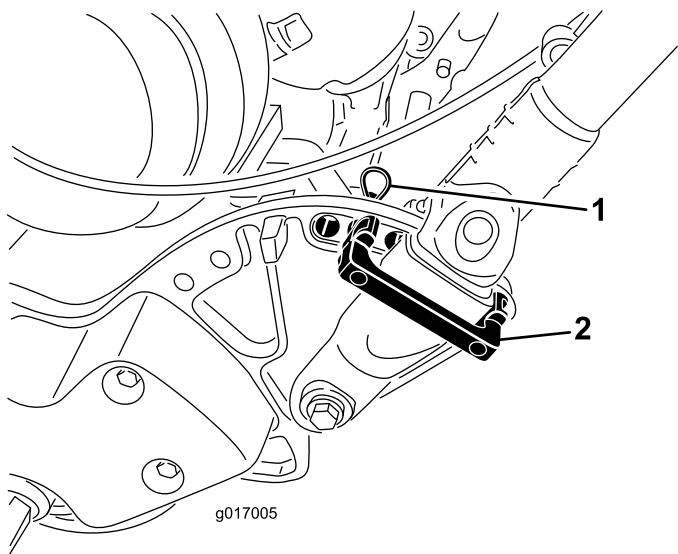

图6
1. 当撑住手柄时、取下将手柄铁夹固定到侧板上的扎带（图6）。
2. 将手柄旋转到需要的操作位置、将手柄卡环插入手柄铁夹及侧板上相对应的孔（图6）。
3. 使用发卡销将手柄铁夹固定到位（图6）。